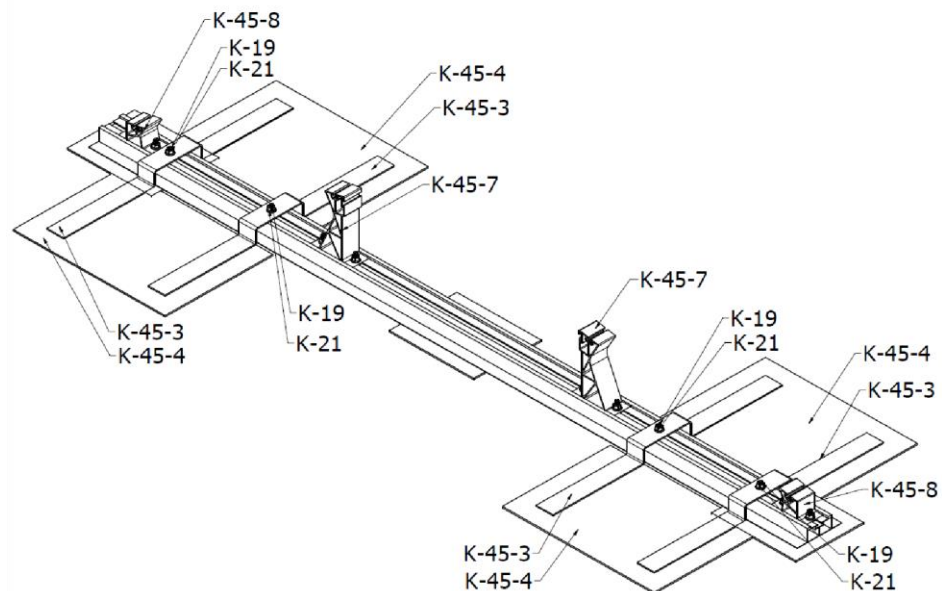

Abb. 12 Einbau Ballasthalter
11. Vorbereitete Schienen (Bild 12) sind mit entsprechend ausgewähltem Schotter (empfohlener Straßenbeton) zu beschweren. **Die Ballastverteilung in der Abbildung dient nur der Veranschaulichung**. Die endgültige Verteilung des Ballasts sollte mit dem Konstrukteur konsultiert werden, der unter Berücksichtigung der Anordnung der Module, des Dachtyps und der örtlichen Wind- und Schneebedingungen Orte vorschlägt, an denen die Struktur beschwert werden sollte.